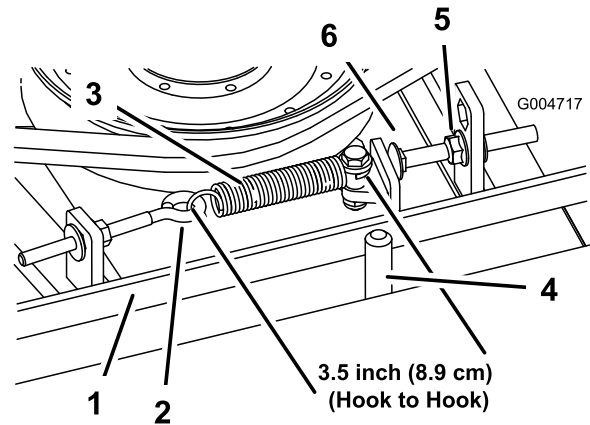

図 66
2. エクステンション・スプリングを外せるように、アイボルトを外す 図 66。
3. ストップボルトを取り付けタブに固定しているフランジナットをゆるめる。ナットをゆるめて、アイドラアームがストップボルトの脇を通れるようにする 図 66。アイドラプーリをベルトから遠ざけて、ベルトの張りをなくす。
エクステンション・スプリングの長さフックからフックまでが 89mm ± 6.3mm 内法であれば適切な張りが出ている。スプリングの張りを正しく調整できたら、その下のストップボルト キャリッジボルトの頭部とアイドラアームとの間の隙間を 3.2mm + 1.52/- 0.00mm に調整する 図 66。
注 ベルトが、ベルトガイドのスプリング側に取り付けられていることを確認する 図 66。
- 注** ベルトが、ベルトガイドのスプリング側に取り付けられていることを確認する 図 66。
8. エクステンション・スプリング 図 66 をアイドラルトに以下のように取り付ける